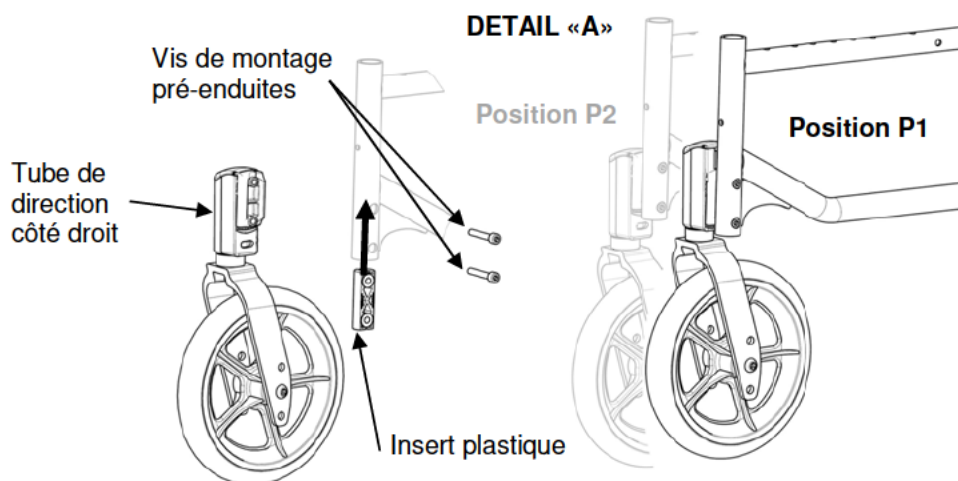

FIGURE 5.11 Réglage en hauteur du tube de direction
REMARQUE : pour cette procédure, reportez-vous à la FIGURE 5.11.
2. Positionnez le tube de direction dans l'une des deux hauteurs. Reportez-vous au Détail « A » de la FIGURE 5.11.